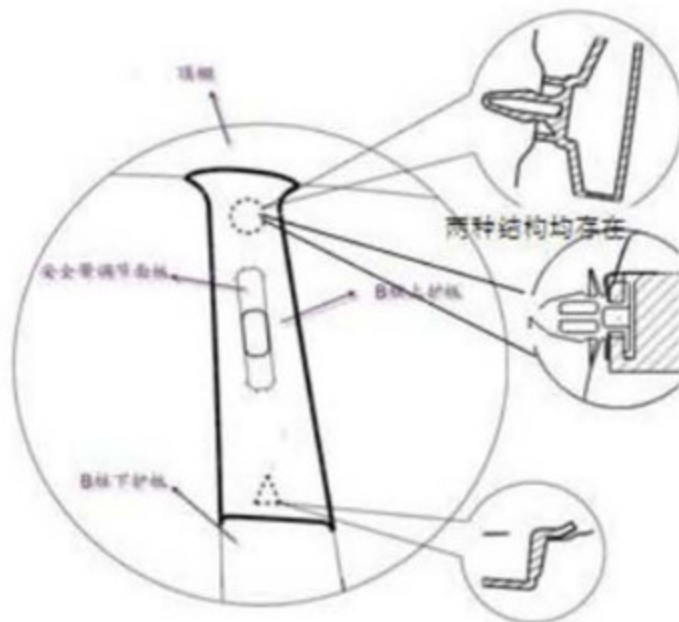

图 5 B柱上护板拆卸过程
1. 使用缠有保护胶带的一字螺丝刀在图 5 所示的卡脚处沿与钣金垂直的方向往外翘起使卡脚与钣金分离，然后在图 5 所示卡脚处向上拉动使其从钣金分离，即可拿下 B 柱上护板。